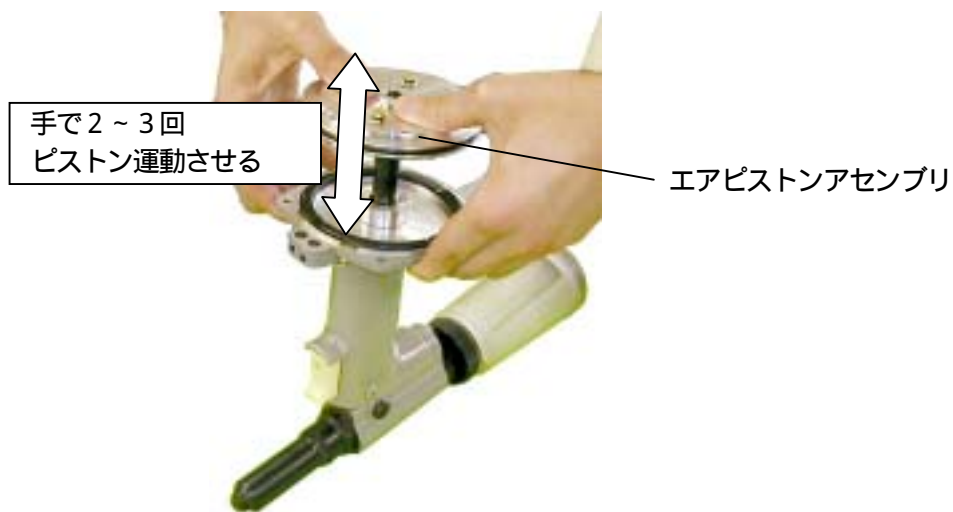

図7-6
- (6) エアピストンアッセンブリを押し込み、手で2～3回ピストン運動させた後、再度エアピストンアッセンブリを引き抜き、油面を確認してください。(図7-6)